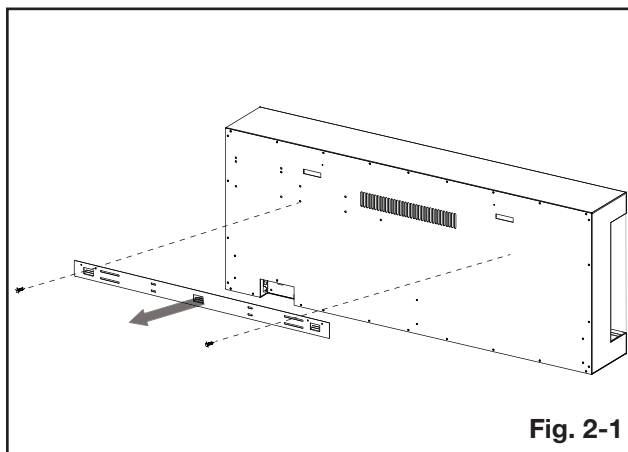

Fig. 2-1
3. Placez l'appareil face vers le bas sur une surface douce et non abrasive. Retirez le support à l'arrière de l'appareil en enlevant les vis (**Fig. 2-1**). Mettez le support de côté et jetez les vis.